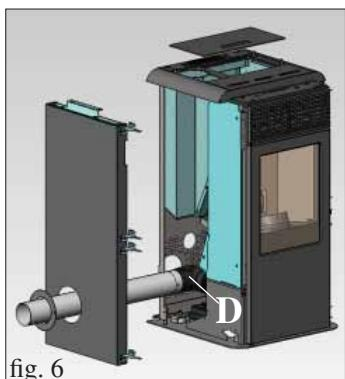

fig. 6
Monter le coude de raccord avec le collier fournis sur le raccord du limaçon des fumées (D - fig.6). Relier le tuyau de fumée latérale (non fourni) au coude de raccord susmentionné. Retirer le diaphragme prédécoupé du côté latéral en tôle pour permettre le passage du tuyau de sortie des fumées (non fourni) (fig. 6).
Vérifier l'alignement vertical des côtés en céramique (C) et effectuer d'éventuels réglages au moyen des vis situées au-dessus du top (V - fig. 5) et à l'intérieur du poêle au moyen des vis (R - fig. 6/7).
N.B. : avant d'effectuer l'opération, retirer le panneau zingué (Z - fig. 6/7) sur les deux côtés et desserrer les vis de blocage (T - fig. 6/7).